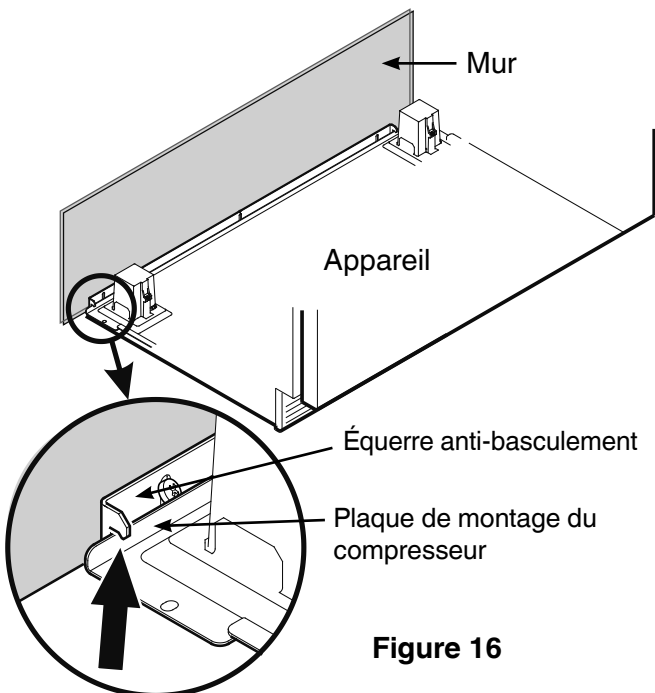

Figure 16
4. Pousser lentement l'appareil vers le mur arrière jusqu'à ce que la plaque de montage du compresseur soit en contact avec l'équerre antibasculement (**Figure 16**).
Afin d'éviter que l'appareil ne bascule vers l'avant, la plaque de montage du compresseur doit être en contact avec l'équerre antibasculement (Figure 16).